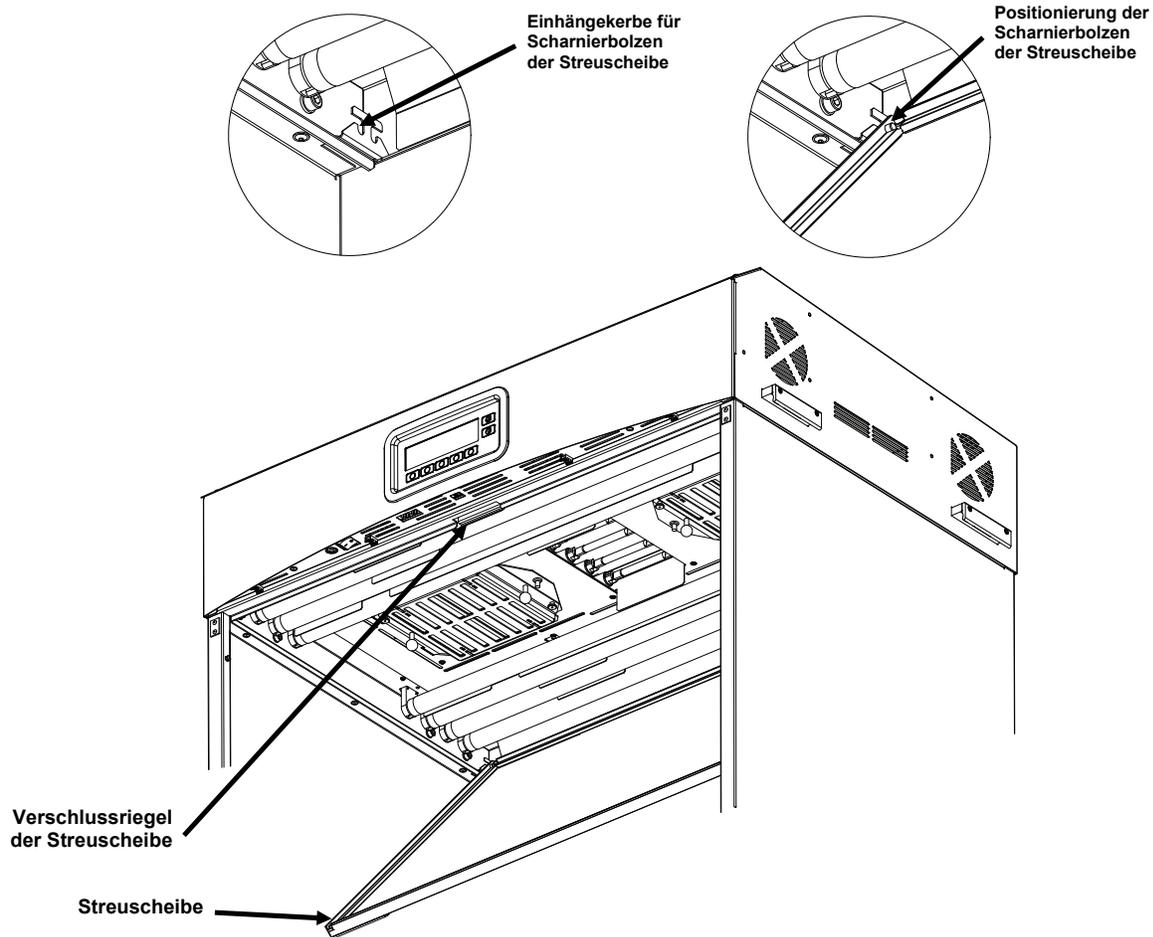

Abb. 7. Leuchtkörper mit Streuscheibe
9. Legen Sie die Scharnierbolzen an den hinteren Ecken der Streuscheibe in die Einhängekerbe an den unteren Ecken der Gehäuserückseite. Siehe auch Abbildung 7.